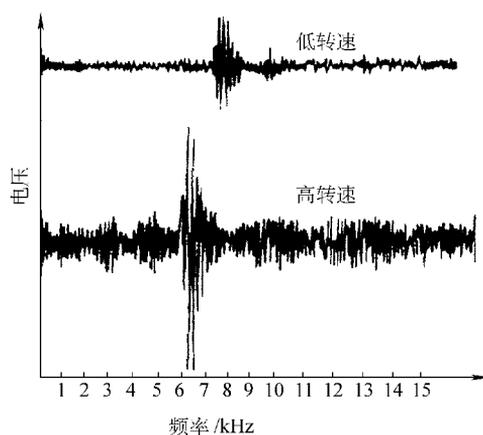

图 3-37 爆燃传感器的波形
(2) 电压值测试 拨下 KS 的接线端子，在怠速时用数字万用表查线束端子和接地线之间的电压，正常时应有脉冲电压输出。
(3) 波形检查 爆燃发生时，KS 会发出钉状电压波形，爆燃程度越大，KS 所产生的钉状波形也越大。如敲击气缸体，数字式动态示波器的屏幕上会立即出现钉状波形，敲击越重，波形也越大。通常 KS 耐久性较好。最常见的 KS 故障是根本不产生信号电压，敲击 KS 周围缸体，而波形还是保持一条水平线。KS 的波形见图 3-37。
(4) 加速检查 暖机后怠速再运转 3min ，打开空调（加大发动机负荷，）快速将节气门完全踩到底，待发动机转速上升到 $4000\text{r}/\text{min}$ ，迅速放松节气门。如此重复 3 次，如有故障存在，突然踩下节气门时，发动机故障指示灯会被点亮。